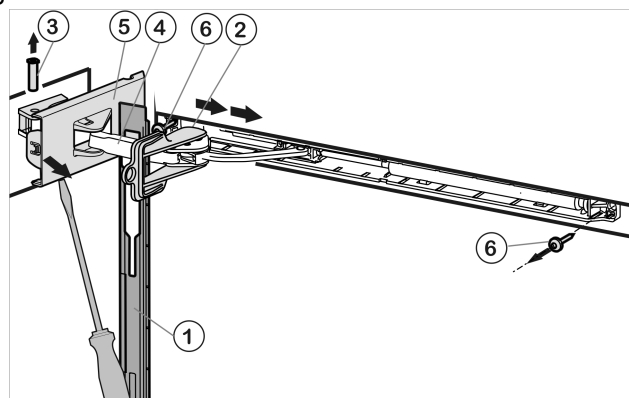

Fig. 55
- Desplace hacia delante el panel a través del estribo del amortiguador Fig. 55 (4) en dirección del aparato.
- Encaje el seguro Fig. 55 (2) en el agujero oblongo.
- Suelte la cubierta Fig. 55 (5) en el lado de la bisagra hasta el primer enganche con la ayuda de un destornillador.
- Extraiga el perno Fig. 55 (3) presionando desde abajo.
- Presione el estribo del amortiguador Fig. 55 (4) en dirección de la puerta.
- Suelte por completo la cubierta Fig. 55 (5) en el lado de la bisagra y retírela.
- Retire el panel Fig. 55 (1).
- Desatornille la unidad de amortiguador de cierre (2 Torx 15) Fig. 55 (6).